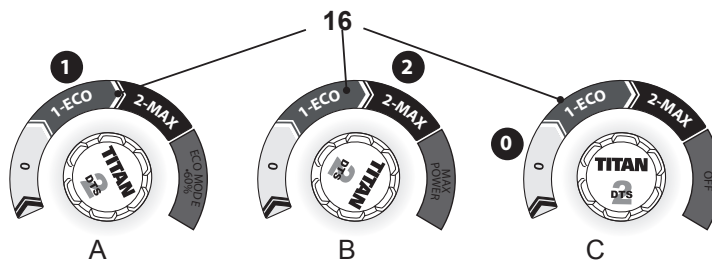

Fig. 20
1. Ponga el interruptor de encendido/apagado (16) en suposición "1" para arrancar el producto y trabaje en **ECO MODE (MODO ECO)** (baja velocidad) (Fig. 20, A). El ECO MODE (MODO ECO) puede ahorrar hasta un 60 % de consumo de energía.
2. Ponga el interruptor de encendido/apagado (16) en su posición "2" para arrancar el producto y trabaje con **MAX POWER (POTENCIA MÁXIMA)** (alta velocidad) (Fig. 20, B).
3. Ponga el interruptor de encendido/apagado (16) en su posición "0" para apagar el producto (Fig. 20, C).